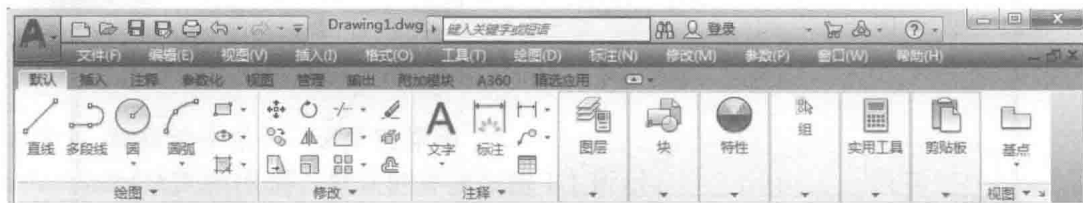

图 1-6 菜单栏显示界面
- (2) 调出的菜单栏位于界面的上方，如图 1-6 所示。
- (3) 在 1-5 下拉菜单中选择“隐藏菜单栏”选项，则关闭菜单栏。